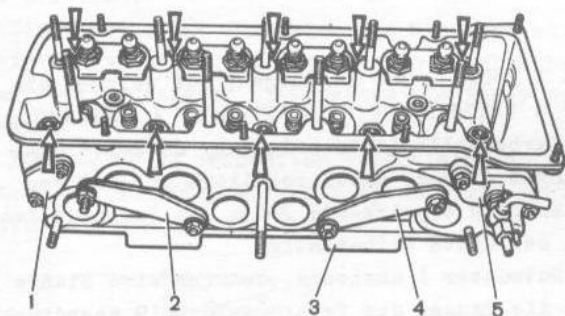

Bild 2-66. Prüfung des Zylinderkopfes auf Dichtheit mit Vorrichtung A.60334:
- die zum Satz der Vorrichtung A.60334 (Bild 2-66) gehörenden Teile am Zylinderkopf anbringen;